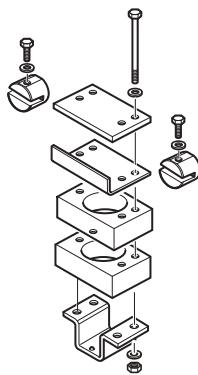

Fig. 26
- De to afstandsplader med en tykkelse på 30 mm hver kan udligne en afstand på enten 30 mm eller 60 mm (Fig. 26).